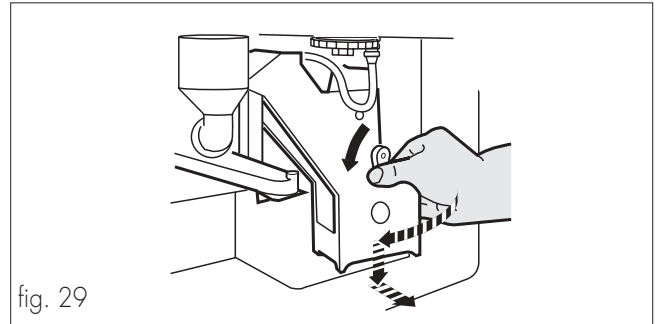

fig. 29
- Colocar la palanca de enganche en posición 3 y extraer el grupo café haciéndolo girar ligeramente sobre el empalme de conexión al batidor de la leche (fig. 29). Lavarlo completamente con agua templada, secarlo y volver a introducirlo en el alojamiento adecuado manteniendo la palanca en posición 3.